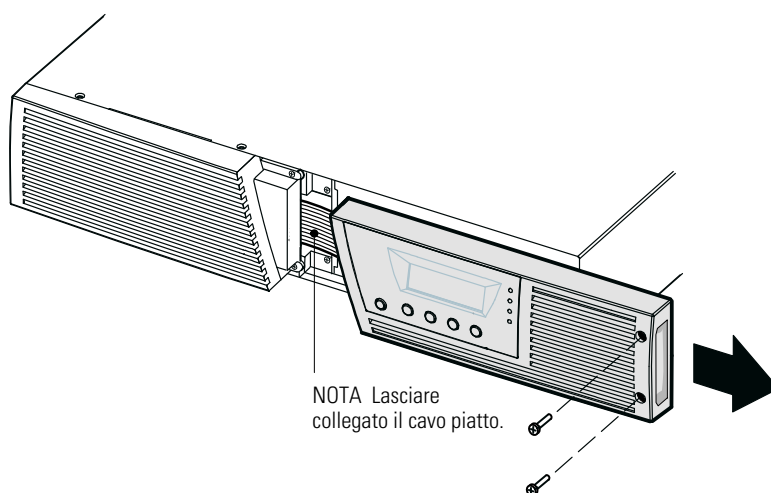

Figura 23. Rimozione del pannello anteriore destro dell'UPS
1. Rimuovere il pannello anteriore destro dell'UPS (vedere Figura 23).